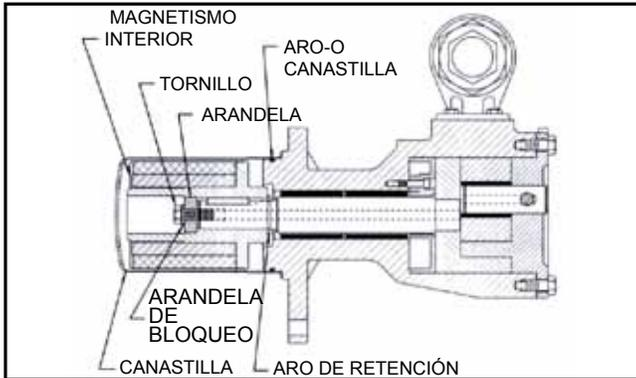

FIGURA 37
**Siga estrictamente estas instrucciones para evitar daños personales o a la bomba. Tenga el cuidado de dejar los imanes interior y exterior a una distancia de (1) pie al menos hasta el paso 3. No enganche los imanes de ninguna otra forma**
1. Compruebe si los imanes tienen algún objeto metálico sujeto. Retire cualquier material extraño. Coloque el aro de retención exterior y la llave en el eje de la bomba. Deslice el magnetismo interior hacia el eje para que se pegue contra el aro de retención. Instale la arandela, la arandela de sujeción y el tornillos para sujetar el imán (Ver figura 37). Inserte una barra de cobre a través de un puerto entre los dos dientes del rotor y apriete los tornillos.